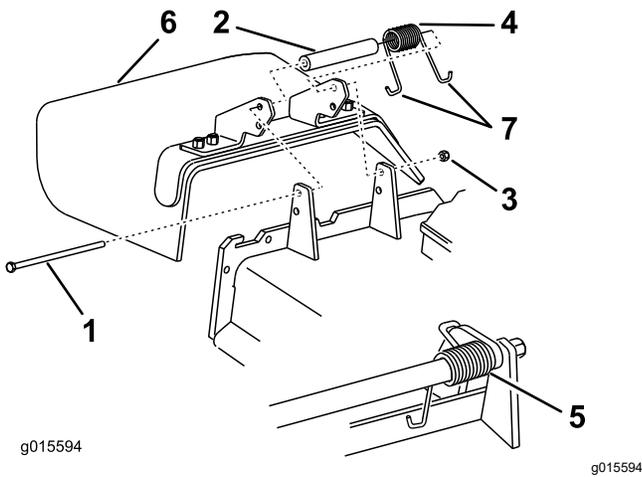

Figura 25
4. Retire la contratuerca, el perno, el muelle y el espaciador que sujetan el deflector a los soportes de pivote (Figura 25).
5. Retire el deflector de hierba (Figura 25).